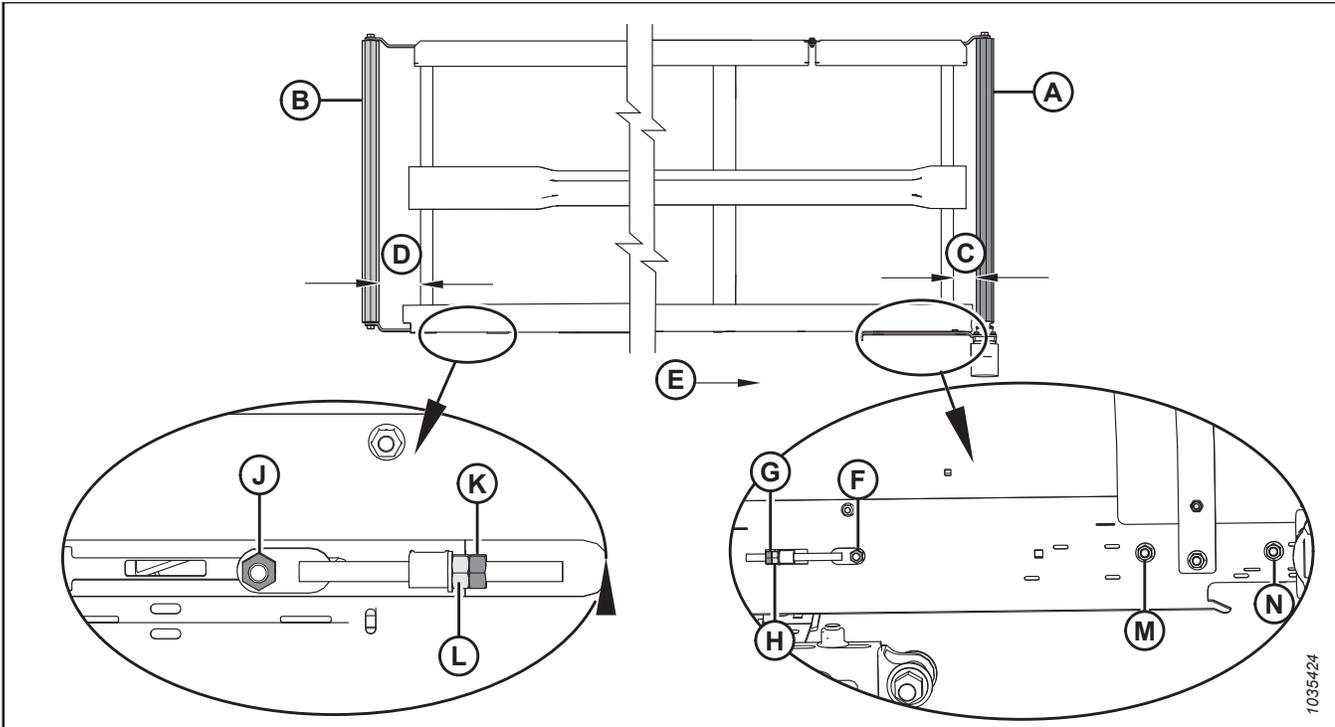

Figure 4.252: Réglage de l'alignement du tapis – Tapis gauche
2. Réglez le rouleau d'entraînement (A) pour changer C (consultez le tableau 4.2, page 436 et la figure 4.252, page 436) comme suit :
- a. Desserrer les écrous (F), (M) et (N), et le contre-écrou (G).
- b. Tournez l'écrou de réglage (H).
- c. Serrer les écrous (F), (M) et (N), et le contre-écrou (G).
3. Réglez le rouleau libre (B) pour changer D (consultez le tableau 4.2, page 436 et la figure 4.252, page 436) comme suit :
- a. Desserrez l'écrou (J) et le contre-écrou (K).
- b. Tournez l'écrou de réglage (L).